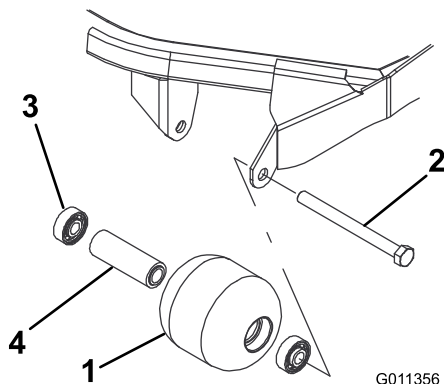

Figura 103
1. Rimuovete il bullone di montaggio del rullo (Figura 103).
4. Verificate la presenza di eventuali danni sull'alloggiamento, sui cuscinetti e sul distanziale del cuscinetto del rullo (Figura 103). Sostituite tutti i componenti danneggiati e procedete con il loro montaggio.
1. Montate il primo cuscinetto premendolo nell'alloggiamento all'interno del rullo (Figura 103). Premete soltanto sulla pista esterna o, in misura uguale, sulla pista interna ed esterna.
2. Inserite il distanziale (Figura 103).
3. Montate il secondo cuscinetto premendolo nell'alloggiamento all'interno del rullo (Figura 103). Premete in misura uguale sulla pista interna ed esterna, fino a quando la pista interna non tocca il distanziale.